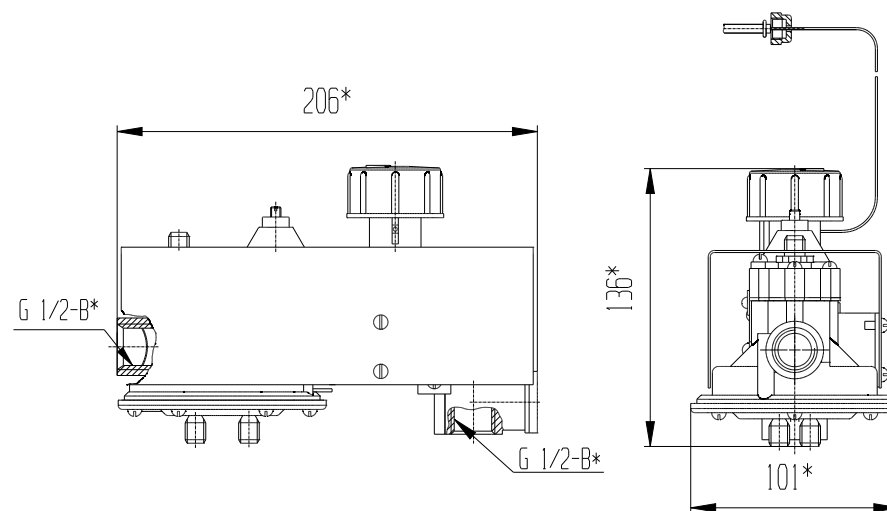

Рисунок 1 Габаритные и присоединительные размеры блока управления автоматики САБК – С – РД
5.2 Габаритные и присоединительные размеры приведены на рис. 1.